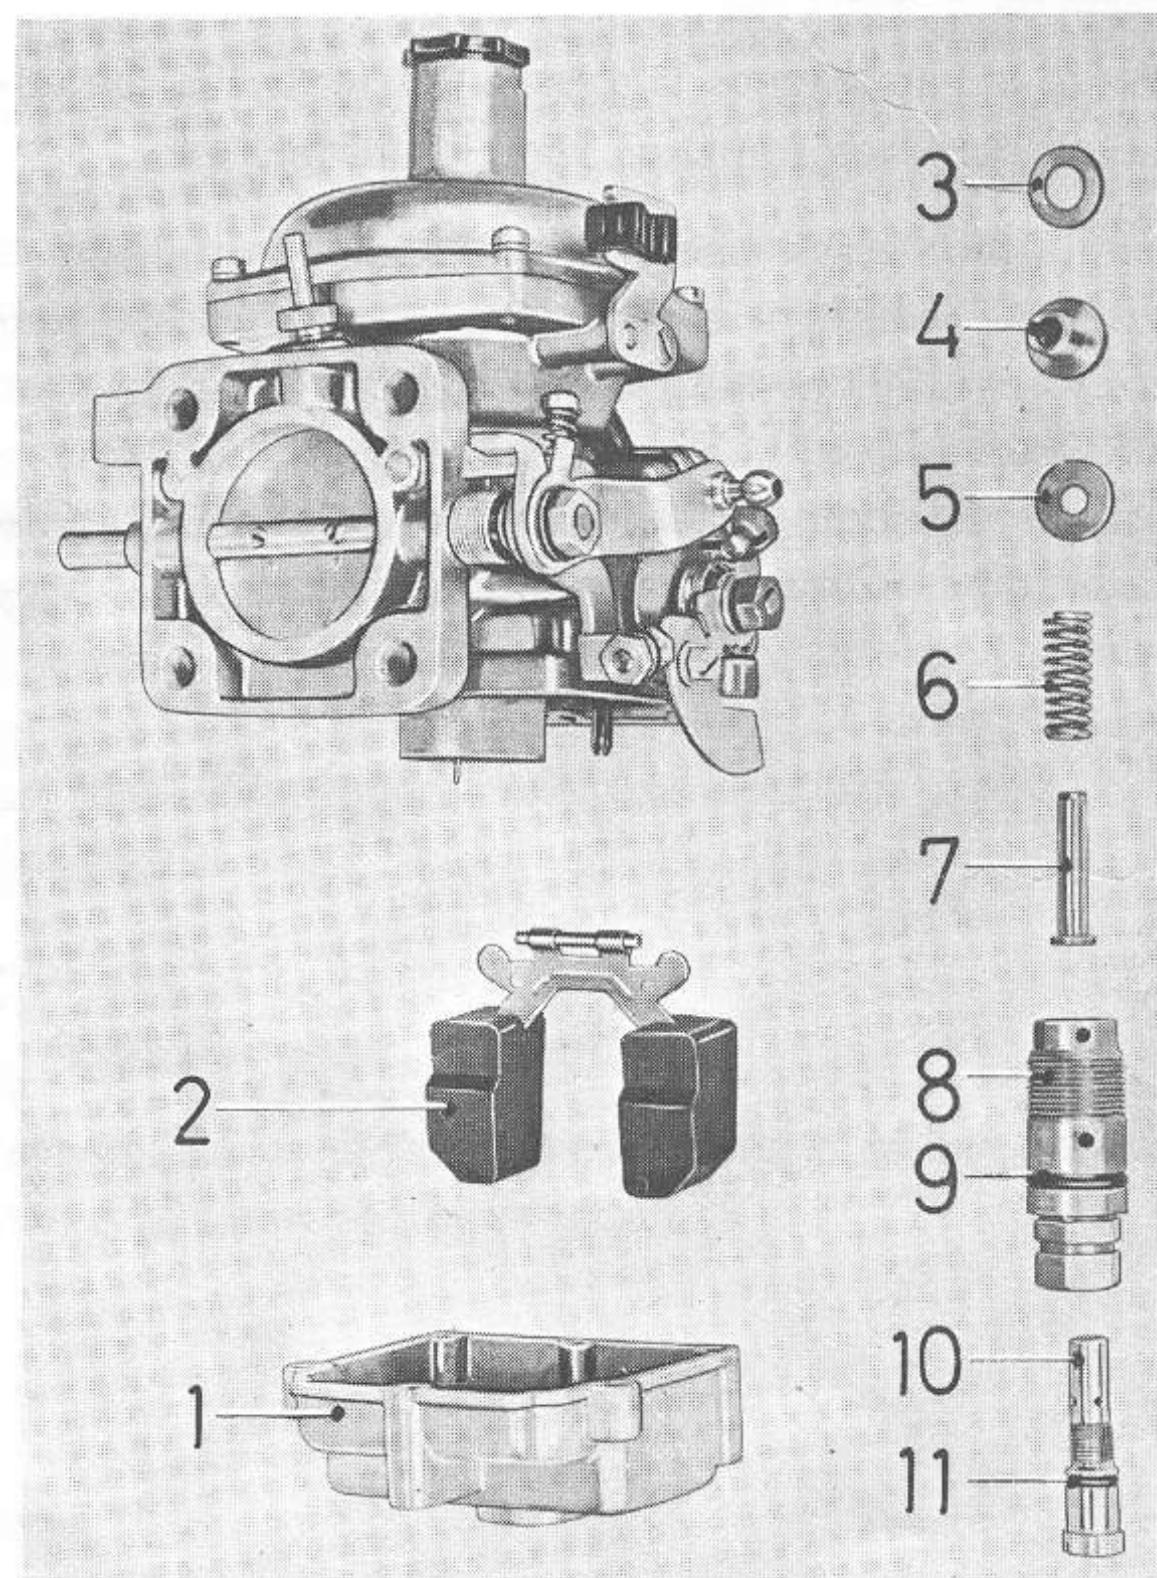

Bild F1 Flottörhus isärtaget
4. Skruva ur munstyckshållaren (8) med volymskruv (10), munstycke (7), fjäder (6), styrning (4) och brickor (3 och 5). Se bild F1.